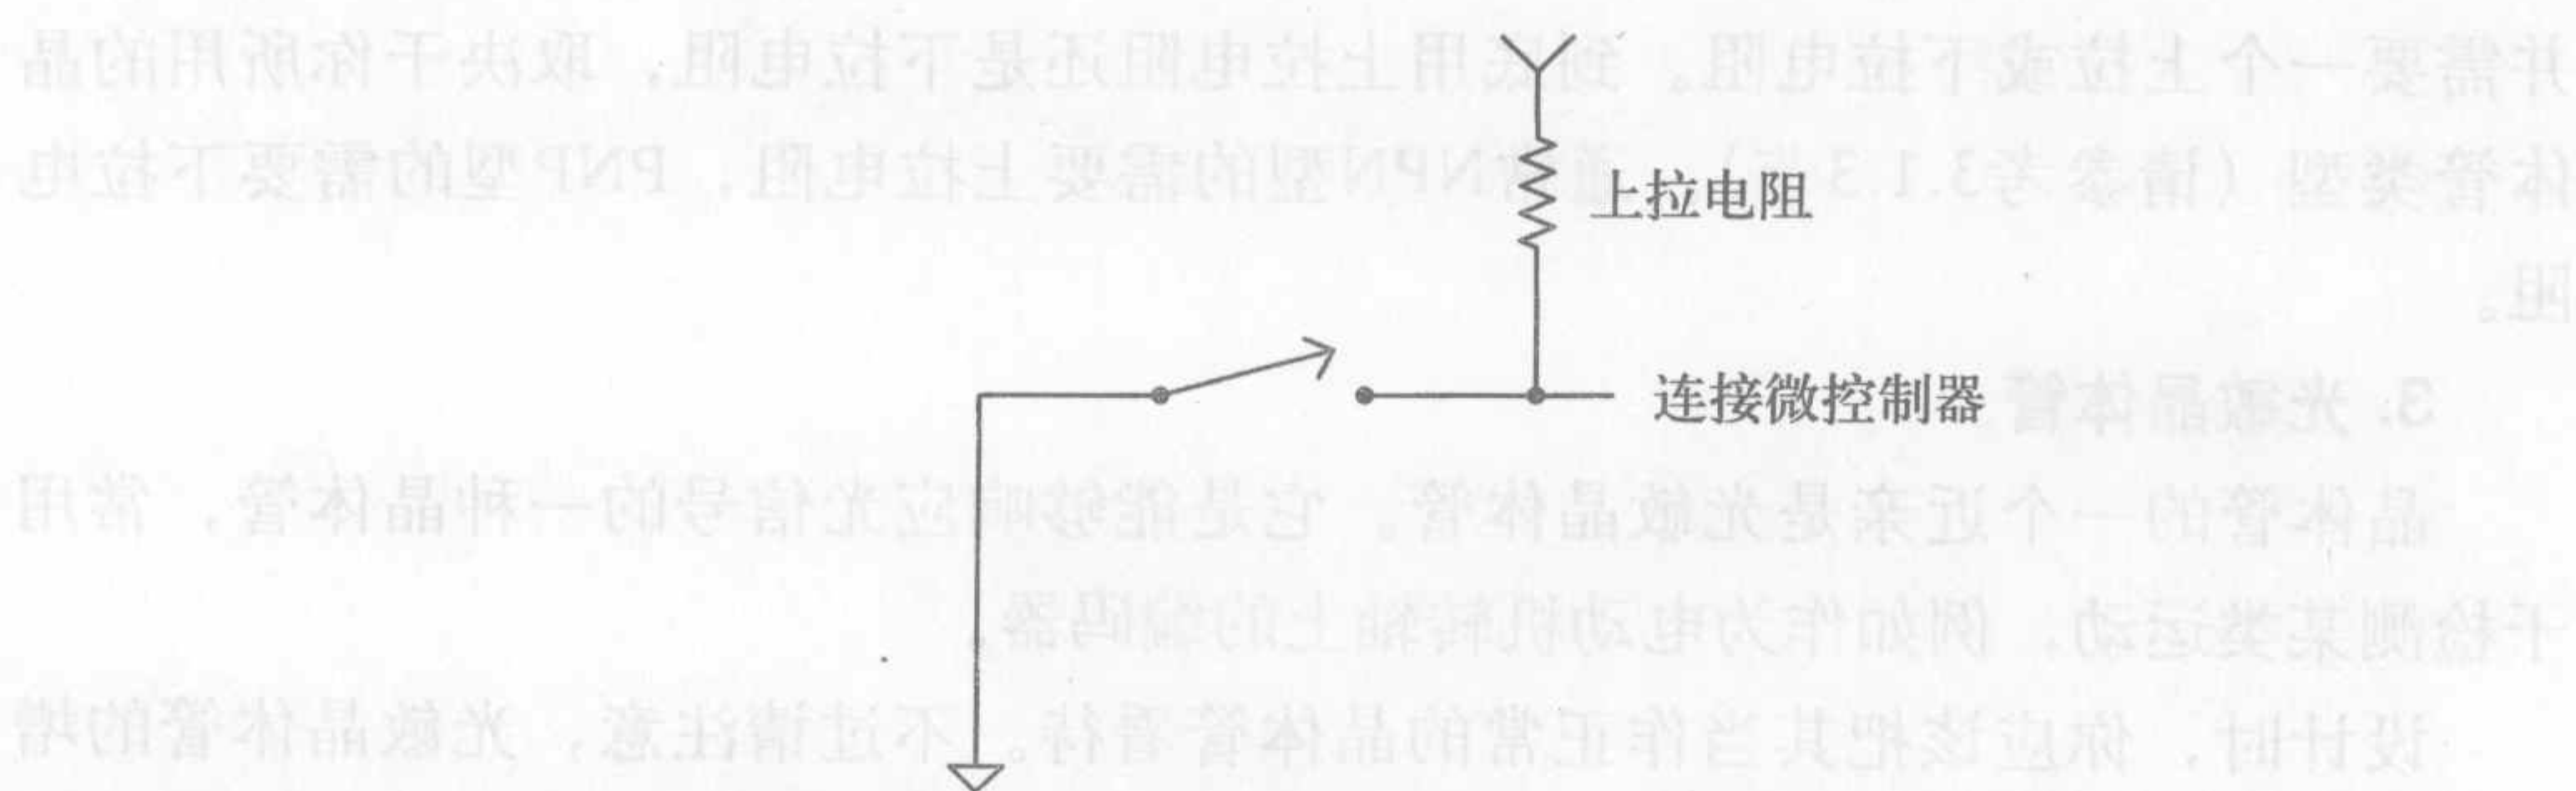
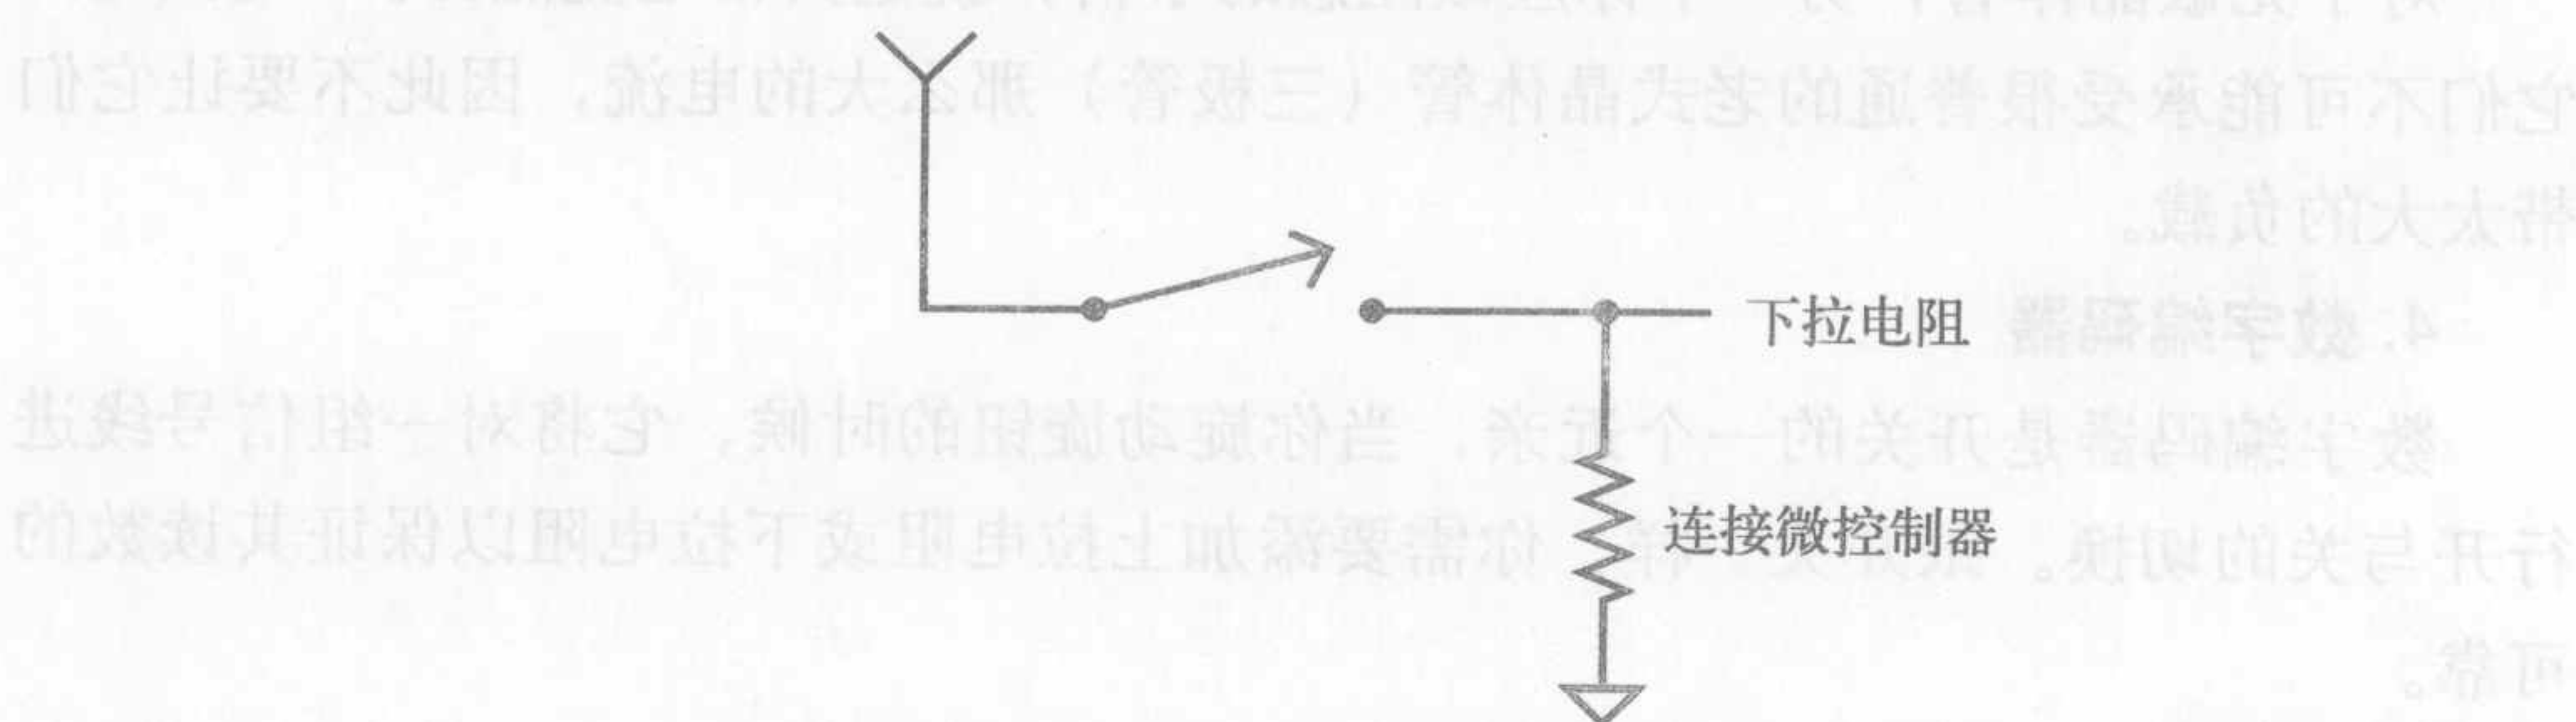

图3-31 拥有上拉电阻的开关
图3-32 拥有下拉电阻的开关
开关可能要算我们遇到的最基本的输入设备了。开关在闭合时具有低阻抗,而在断开时则不与任何东西相连,是一种理想的高阻抗连接。了解这一点十分重要,因为当你把开关连接到一个高阻抗端口时,若开关断开了,则是一个高阻抗②连到另一个高阻抗。这个方法肯定可以得到超凡的结果。因为阻抗越高,断开一个信号就越容易。要想同这个方法一较高下,就得使用上拉电阻或下拉电阻(如图3-31、图3-32所示)。